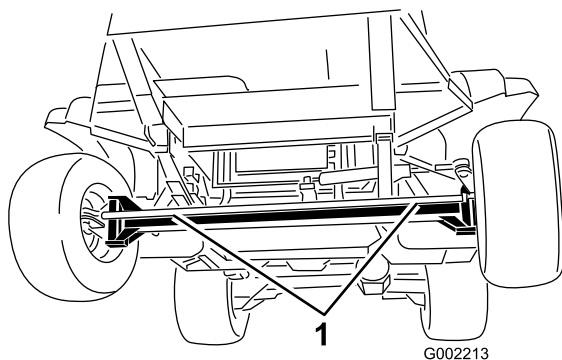
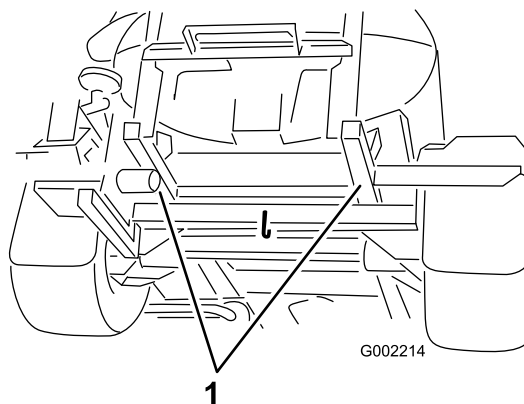

Рисунок 61
Рисунок 62
4. Прикрепите буксирный трос к раме; см. описание расположения передних и задних точек крепления для буксировки (Рисунок 61 и Рисунок 62).